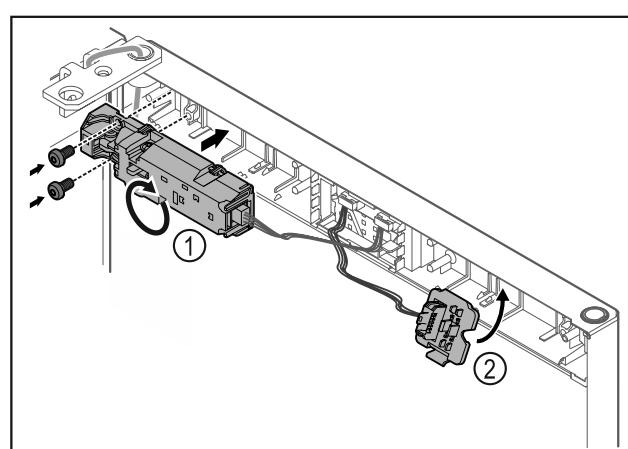

Fig. 19
- ▶ Otočte diaľkový zámok Fig. 19 (1) o 180° a upevnite ho na opačnej strane.
- ▶ Zaistite držiak zástrčky Fig. 19 (2) na opačnej strane.